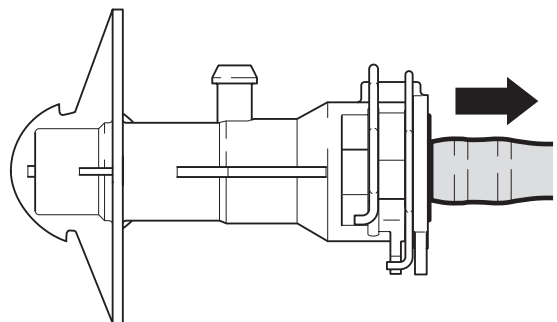

Рисунок 3: При снятом соединении и закрытых зажимах отверстие для удаления воздуха свободно
6. Вытяните магистраль до второго упора (Рис. 3)